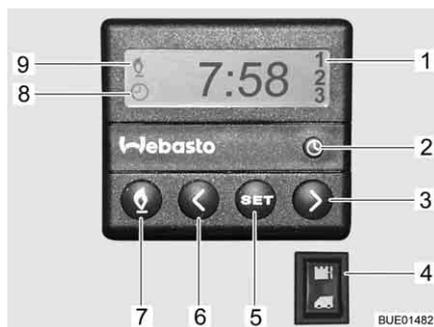

Fig. 201 Unité de commande pour le chauffage d'appoint
- Appuyer sur la touche (Fig. 201,7). Le mode chauffage est indiqué par le symbole (Fig. 201,9). Le ventilateur ne s'allume que quand la température de l'eau de refroidissement atteint 30 °C.
- Appuyer sur la touche (Fig. 201,7). Le symbole (Fig. 201,9) s'éteint.
- Appuyer sur le bas de l'interrupteur (Fig. 201,4). Le moteur est préchauffé. Le ventilateur est immédiatement allumé.
- Appuyer sur le haut de l'interrupteur (Fig. 201,4). Le moteur reste froid.
- Appuyer sur la touche (Fig. 201,2). Le menu réglage de l'heure est indiqué par le symbole (Fig. 201,8).
- Régler l'heure avec les touches (Fig. 201,3 et 6).
- Appuyer sur la touche (Fig. 201,5).
- Régler le temps de démarrage dans les 10 secondes qui suivent avec les touches (Fig. 201,3 et 6).
- Appuyer plusieurs fois sur la touche (Fig. 201,5) jusqu'à ce que le numéro de programme désiré (Fig. 201,1) apparaisse sur l'écran.